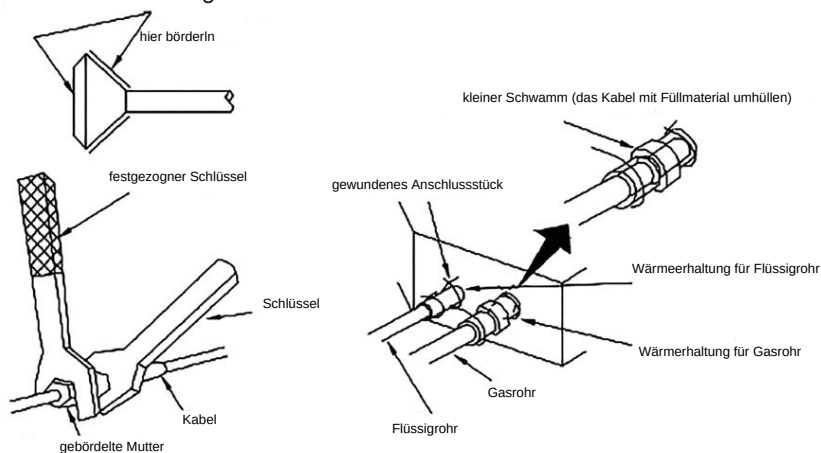

Abb. 2.5
- ◆ Beim Verbinden oder Trennen der Leitung der Einheit sollten Sie einen normalen und Drehmomentschlüssel wie in Abb. 2.5. verwenden.